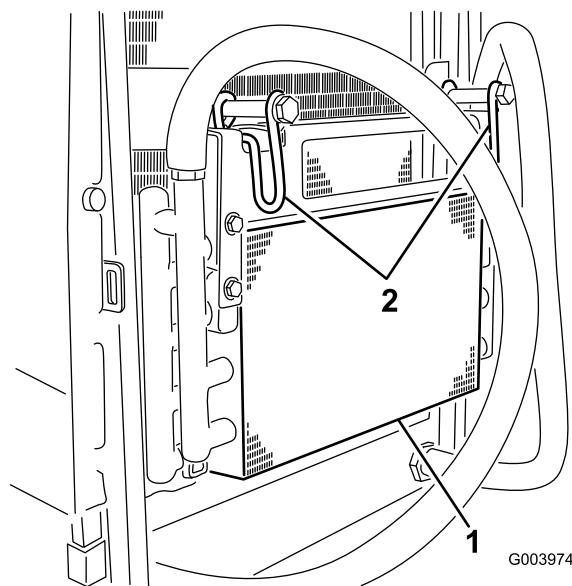

図 70
5. オイル・クーラのラッチを内側に倒してオイル・クーラを外す（図 70）